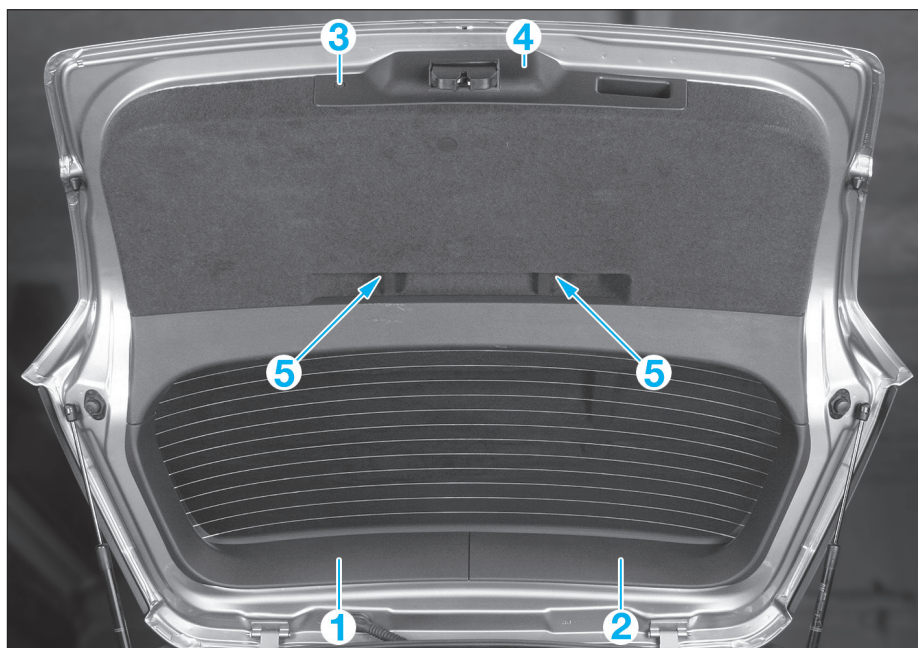

FIG. 64
- Décliper les garniture gauche (1) puis droite (2) d'encadrement de lunette arrière (fig. 64).
- Déposer le clou (3) de fixation de la poignée de maintien (4).
- Déposer la garniture de poignée (4).
- Déposer les deux vis de fixation (5) de la garniture de hayon.